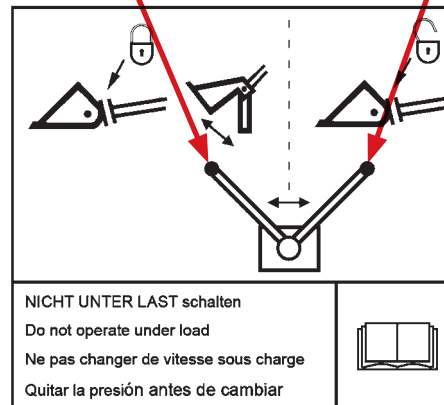
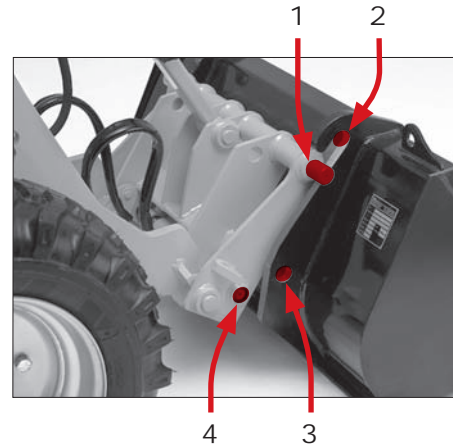

Abb. 30
Abb. 31
Schalten Sie den Dreivegehahn (Abb. 30) immer auf Hydraulikanschluss, sobald das Anbaugerät verriegelt ist. Überprüfen Sie immer die korrekte Verriegelung der Verriegelungsbolzen Pos. 1 + 4 (Abb. 31) und der Anschlüsse der Zusatzhydraulik!
1. Fahren Sie mit dem Lader an das Anbaugerät heran (Abb. 31).
7. Schalten Sie den Dreiwegehahn auf „Hydraulikan-schluss“ (Abb. 30).
6. Schalten Sie den Dreiwegehahn auf „Hydraulische Verriegelung“ (Abb. 30).
7. Fahren Sie mit dem Bedienhebel für die Zusatzhydraulik die Verriegelungsbolzen Pos. 4 (Abb. 31) ein.
Dadurch lösen sich die Aufnahmebolzen Pos. 1 (Abb. 31) aus den Aufnahmehaken Pos. 2 (Abb. 31).